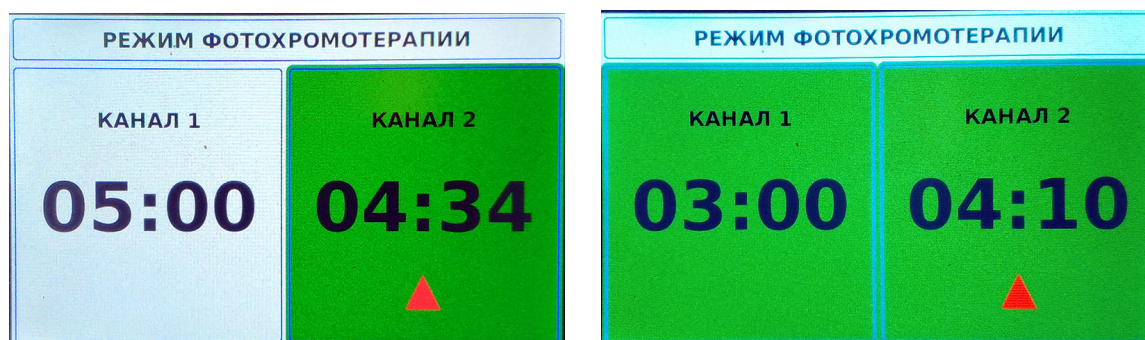

Рисунок 5 - Окно режима Фотохромотерапии в режиме работы КАНАЛА 2 (слева) и в процессе задания времени работы КАНАЛА 1 (справа)
- 7.5. Переход в режим «Фотохромотерапии» (далее – ФХТ) осуществляется нажатием кнопок [ПУСК] КАНАЛА 1 или КАНАЛА 2, равно как и обратный переход в режим «УЗ орошения» происходит при нажатии на любую из четырёх кнопок групп ОРОС и КОМПР. При переходе в режим ФХТ на ЖКИ отображается соответствующее режиму ФХТ окно (Рис. 5):